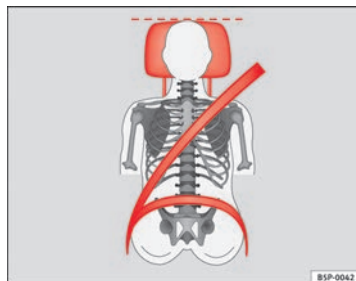
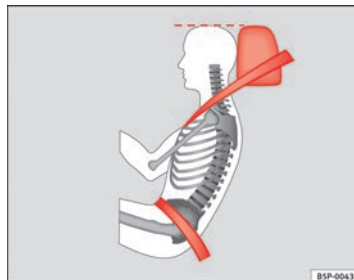

Fig. 91 Vue de face : appui-tête et ceinture réglés correctement
Fig. 92 Vue de côté : appui-tête et ceinture réglés correctement
- Ajustez l'appui-tête de sorte que le bord supérieur de celui-ci soit à la même hauteur que la partie supérieure de la tête, et au minimum à la hauteur des yeux ⇒ fig. 91 et ⇒ fig. 92.